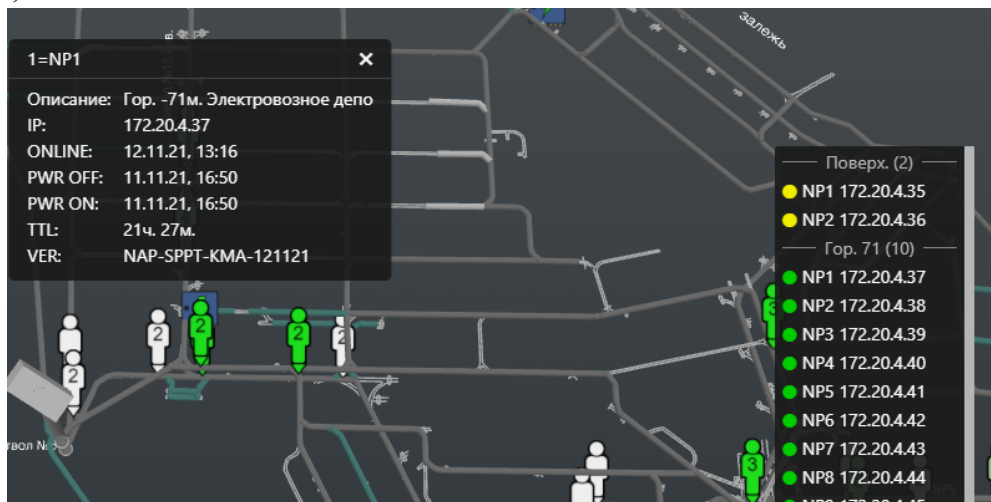

Рисунок 9 – Детальная информация по устройству.
2.5.4. При нажатии ЛКМ на устройство, камера сфокусируется на его фактическом местоположении, а также будет выведена детальная информация (рисунок 9).